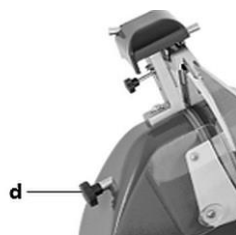

Fig. 12
2. Per togliere il coprilama al fine di pulirla (3), allentare la vite (d) posta sul retro dell'apparecchio (fig. 12) e premerla verso il coprilama (3).
3. Togliere il coprilama (3) dall'apparecchio.